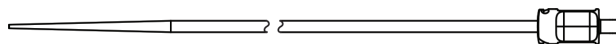

Abbildung 2: Einführhilfe
2. eine Einführhilfe (Abb. 2) mit hydrophiler Beschichtung, die dazu dient, den Zugang zum und die Nachverfolgbarkeit der Einführschleuse im Gefäß zu erleichtern.